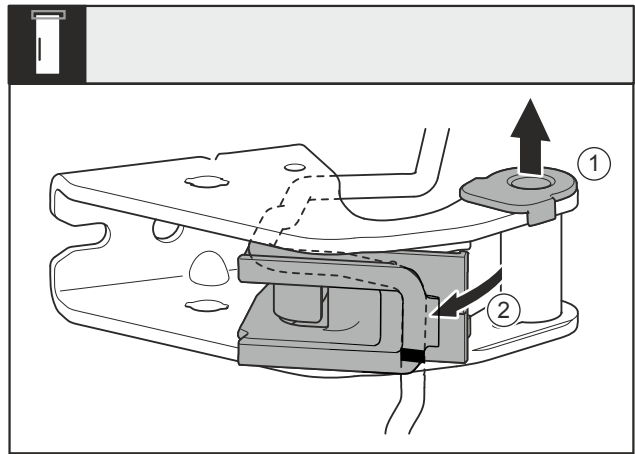

Fig. 27
- ▶ Lagerbus Fig. 27 (1) uit de geleiding trekken.
- ▶ Kabelhouder Fig. 27 (2) er uit draaien.